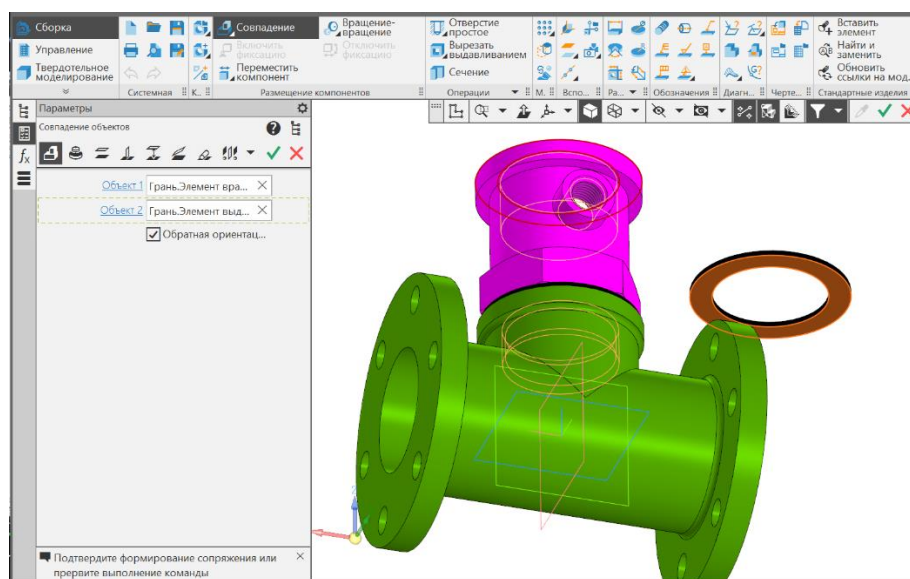

Рис. 18 Сопряжение «Совпадение»
- **Сборка – Размещение компонентов – Сопряжения – Совпадение** (рис. 18): Объект 1 (Стакан) – Грань. Элемент вращения: 1. Объект 2 (Прокладка) – Грань. Элемент выдавливания: 1.